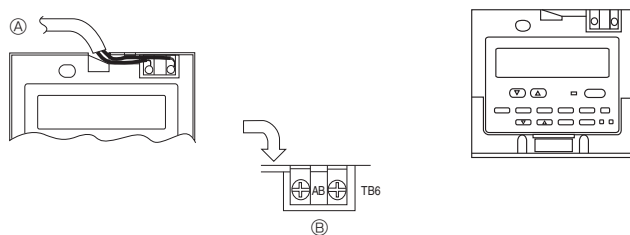

Fig. 7-8
2) Anschlußverfahren (Fig. 7-8)
- ① Das Fernbedienungskabel am Klemmenblock anschließen.